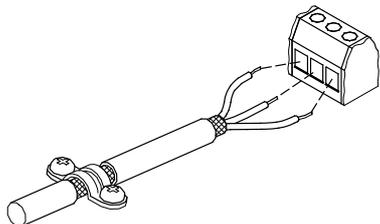

Fig. 11 Câble dénudé avec blindage et connexion fils
- Le blindage des câbles doit être correctement connecté à la masse aux deux extrémités. Le blindage doit être le plus proche possible des bornes. Voir fig. 11.